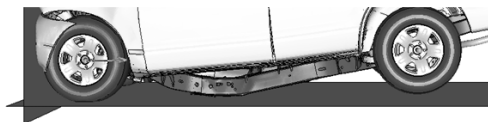

图 13-76 选择右侧前轮中心点
- (2) 选中 Altair 和 Explorer，单击右键在弹出菜单中选择 Hide 对其进行隐藏。
- (3) 在 Results Browser 中单击鼠标右键，在弹出菜单中依次选择 Create > Image Plane。
- (4) 将 Type 设置为 3D。
- (5) 在 Label 框中输入 Explorer Video。
- (6) 单击 Open File 按钮，选择打开视频文件 2006_Ford_Explorer_crash_test.avi。
- (7) 选择视图 ，使 h3d 模型与 AVI 视频文件处于同样的平面。
- (8) 在 Image Plane 对话框中，激活 Alignment 标签，该标签用于将视频文件中的模型与当前模型进行匹配。
- (9) 将 Alignment Mode 设置为 2 Point。
- (10) 将 Plane 设置为 XZ Right。
- (11) 首先选择 h3d 模型上的参考点。单击激活绿色的 N1 选择器，选择动画窗口中左侧轮胎的中心。
(12) 激活蓝色的 N2 选择器，选择右侧轮胎的中心。选中两个点之后会显示出一个从 N1 指向 N2 的箭头，如图 13-76 所示。